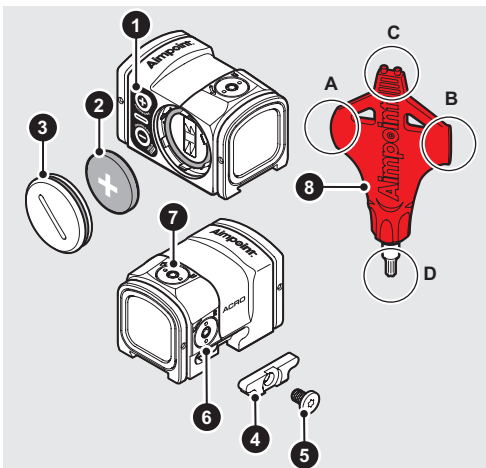

Fig. 1 Vue d'ensemble
- c Introduire la pile (2) en orientant le pôle positif (+) vers le couvercle (3) comme illustré sur la Figure 1.
Pour installer le viseur sur une interface compatible avec le montage intégré illustré à la Fig. 1, suivre la procédure ci-dessous :